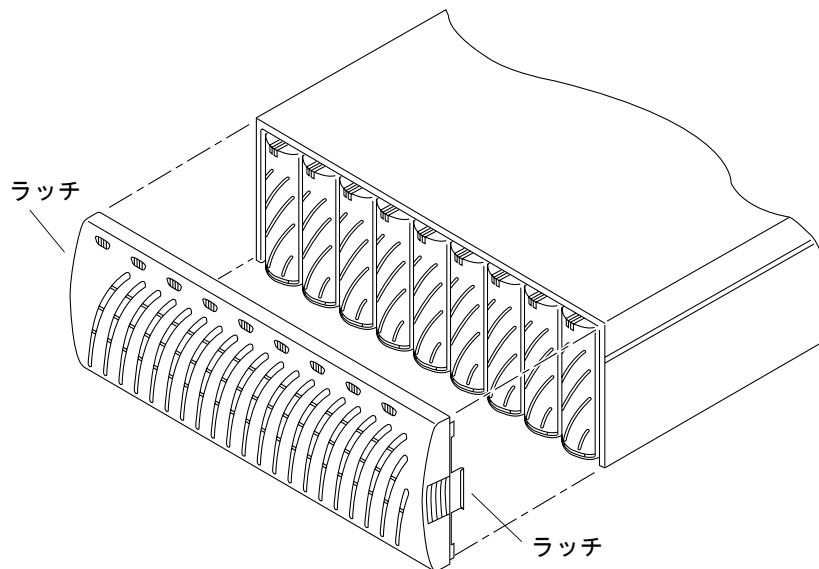

図 5-2 正面パネルの取り外し
4. アレイ側面のラッチを押してカバーを引き出し、正面パネルを取り外します (図 5-2)。